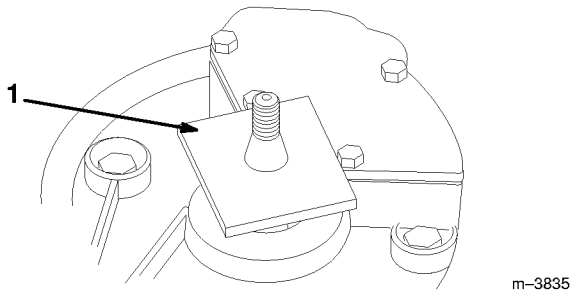

Figure 34
5. Retirer la plaque d'entraînement de la lame en frappant avec un marteau en plastique ou en fibre dans le sens de la rotation (Fig. 34) pour la déloger de la partie conique du vilebrequin.